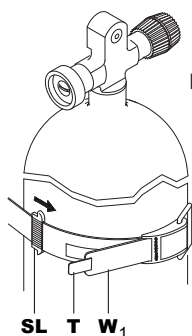
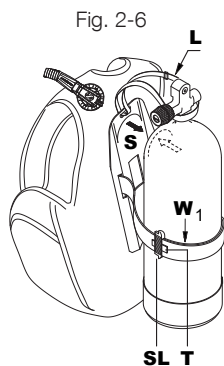

Fig. 2-5
Fig. 2-6
2. Hvis BC har en hård bagplade, skal du placere bagpladens hulrum (S) på tankens skulder (fig. 2-6) og derefter fastgøre stroppen (fig. 2-5 og 2-7) på hurtigudløsningsbåndet (W1) omkring tanken.
3. Luk spændet (C) (fig. 2 – 7). Hvis stroppen er for stram eller for løs, skal du åbne krog- og løkkestroppen og spændet for at justere længden af stroppen (fig. 2-5) på hurtigudløsningsbæltet (W₁). For ekstra sikkerhed, skub løkken (SL) (fig. 2-5) rundt om stroppens ende (T). I BC'er med en hård bagplade, med tanken monteret på BC kan du løfte hele enheden ved hjælp af håndtaget integreret i bagpladen.